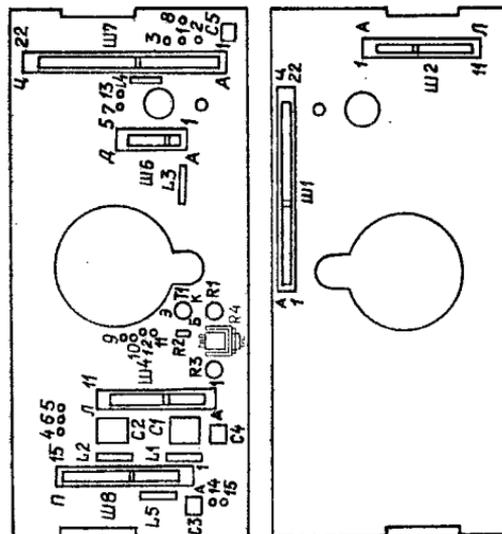

Рис. 4
- Рис.4. Плата объединительная (VI2).